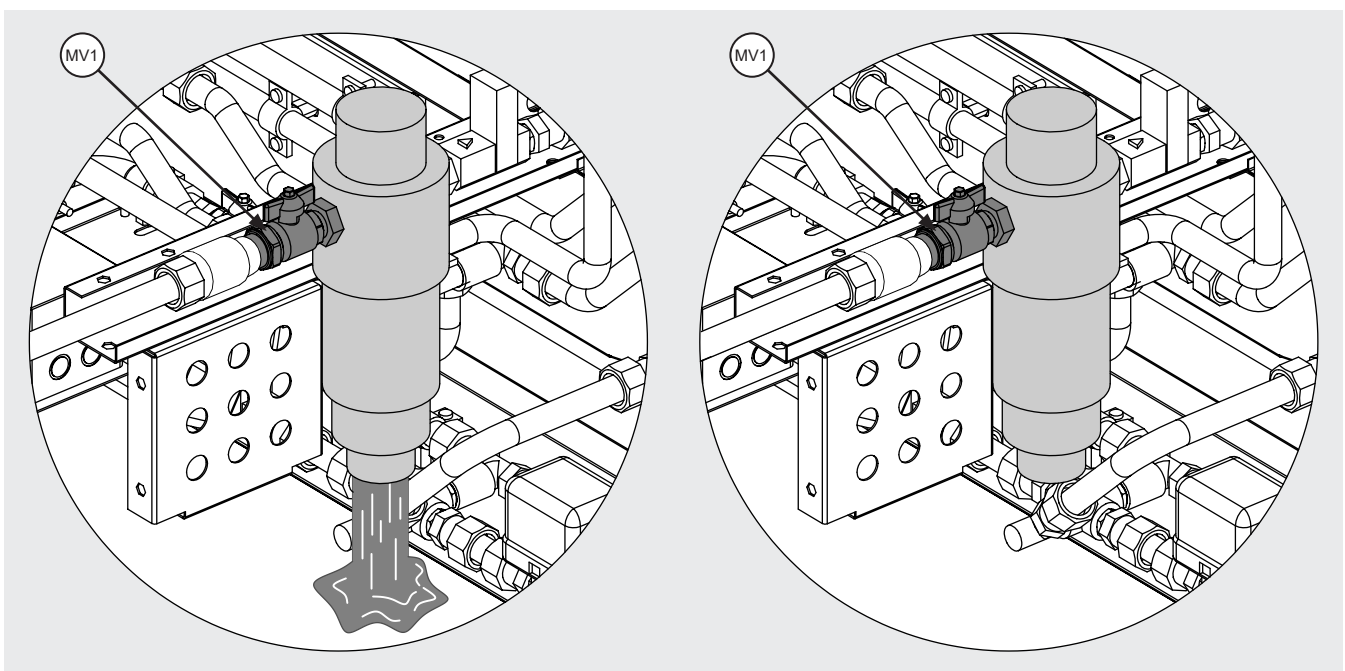

Figura 27
- 12.15.7 Asegúrese de que dispone de agua de red y de que la válvula manual (MV1) situada antes del filtro está abierta (véase la Figura 27).
- 12.16.4 Asegúrese de que el modelo está apagado, según 12.1 - 12.4, y de que el circuito adiabático del modelo está aislado: cierre la válvula (MV1) en la entrada, véase la Figura 27.
- 12.16.11 Cuando haya terminado, abra la válvula (MV1) previamente abierta, véase la Figura 27.
- 12.18.10 Limpie el filtro de agua de entrada según el punto 12.15 con la válvula (MV1) cerrada (véase la Figura 27). Los residuos saldrán del filtro junto con el agua que contiene.